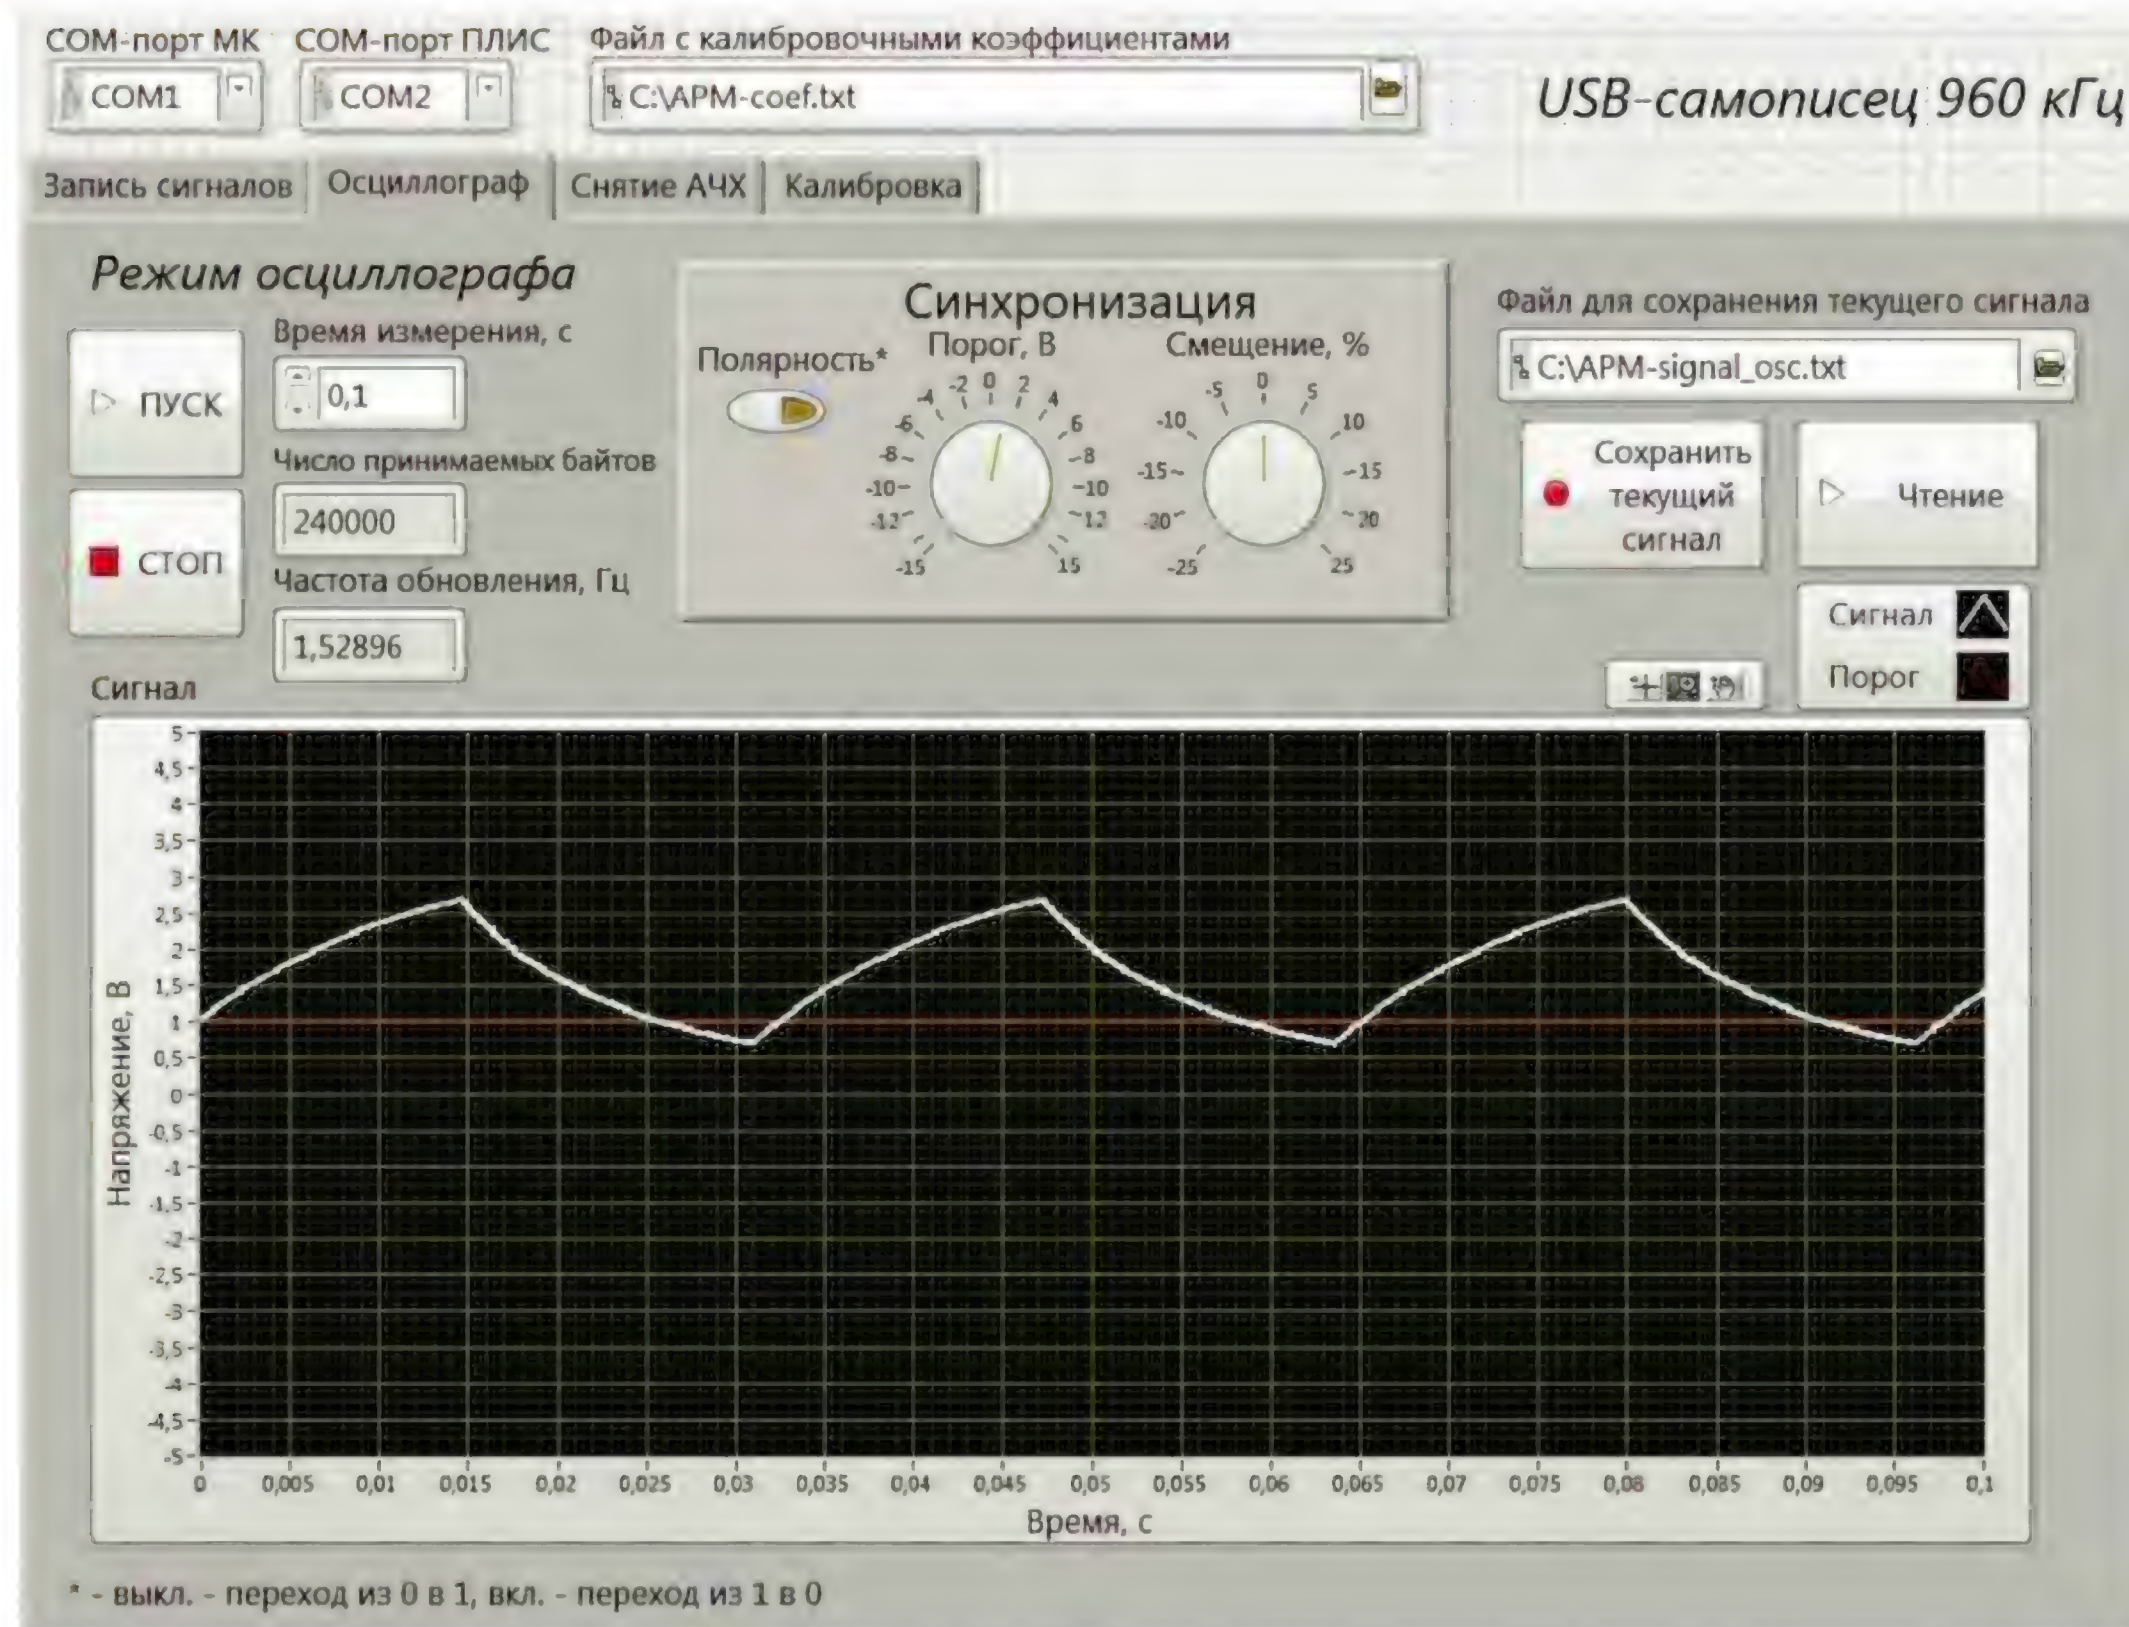

Рис. 9
**Вкладка "Осциллограф"** изображена на **рис. 9**. При нажатии на экранную кнопку "ПУСК" запускается цикл while, в котором многократно (до нажатия на кнопку "СТОП") выполняется приём информации от регистратора по алгоритму, аналогичному описанному выше. Для исключения обрезания сигнала при син-